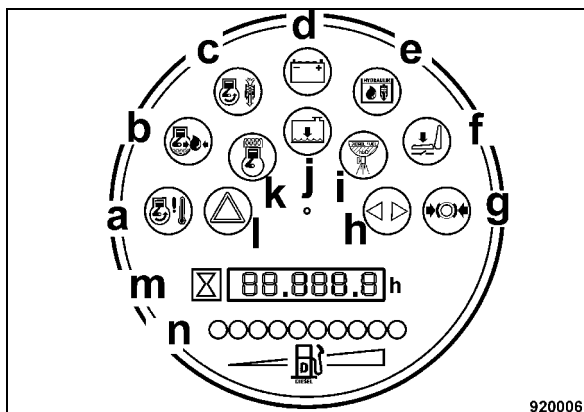

Fig. 39
- Tutte le spie di controllo e di allarme nello strumento combinato (Fig. 39) si accendono per ca. 3 secondi